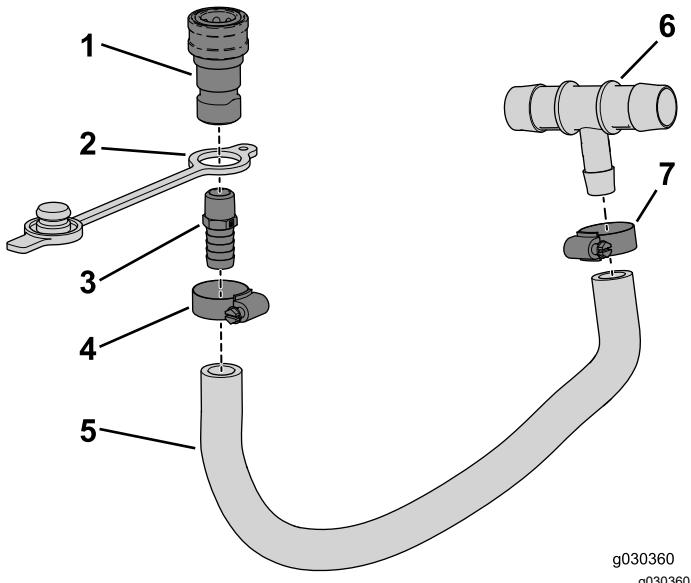

Figure 9
2. Placez le bouchon protecteur sur l'extrémité filetée du raccord droit (Figure 9).
3. Vissez le raccord droit (3/8 NPT x 0,625 cannelé) dans le raccord femelle (Figure 9).
6. Insérez l'extrémité cannelée de l'ensemble dans le flexible et fixez-le avec le collier (1/2 à 1 1/4 po), comme montré à la Figure 9.
7. Insérez l'extrémité cannelée du raccord en T dans le flexible et fixez-le avec le collier (1/2 à 1 1/4 po), comme montré à la Figure 9.
1. Retirez les obturateurs qui ferment les trous dans le tube de support (Figure 9).